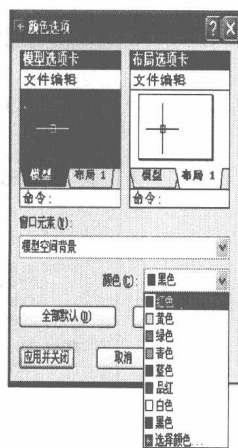

图 1-12 “颜色选择”对话框
(2) 单击对话框“窗口元素”区中的【颜色…】按钮,弹出“颜色选择”对话框,如图 1-12 所示。
(3) 在“颜色选择”对话框中的“窗口元素”下拉列表中选择“模型空间背景”,在“颜色”下拉列表中选择“白色”,然后单击【应用并关闭】按钮,返回“选项”对话框。
(4) 若需要,可再选择另一个选项进行修改,修改完成后单击“选项”对话框中的【确定】按钮退出,完成修改。